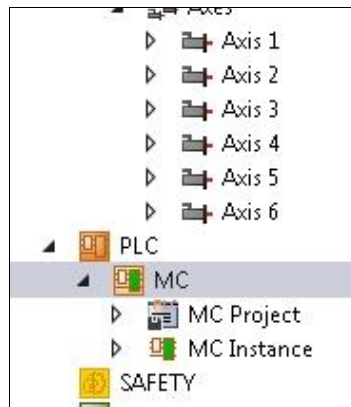

图 4
1) 按上面的操作打开软件后, 在贝福程序界面左侧栏找到 PLC 下面的 MC 并右键打开选项, 选择点击 Autostart Boot Project, 将√号取消。如图 4 所示